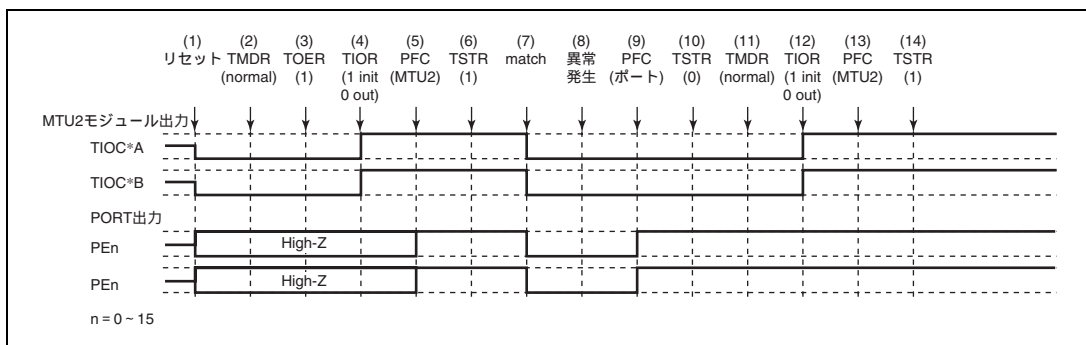

図 9.124 ノーマルモードで異常が発生し、ノーマルモードで復帰する場合
ノーマルモードで異常が発生し、再設定後ノーマルモードで再スタートする場合の説明図を図 9.124 に示します。
(1) ~ (10) は図 9.124 と共通です。
(11) PWM モード 1 を設定します。
(12) TIOR で端子を初期化してください (PWM モード 1 では TIOC\*B 側は初期化されません。初期化したい場合はノーマルモードで初期化した後、PWM モード 1 に遷移してください)。
(13) PFC で MTU2 出力としてください。
(14) TSTR で再スタートします。
(11) PWM モード 2 を設定します。
(12) TIOR で端子を初期化してください (PWM モード 2 では周期レジスタの端子は初期化されません。初期化したい場合にはノーマルモードで初期化した後 PWM モード 2 に遷移してください)。
(11) 位相計数モードを設定します。
(12) TIOR で端子を初期化してください。
(14) TSTR で再起動します。
(11) TIOR でノーマルモードの波形生成部を初期化してください。
(12) TIOR でノーマルモードの波形生成部の動作を禁止してください。
(13) TOER でチャンネル 3、4 の出力を禁止してください。
(14) TOCR で相補 PWM の出力レベルと周期出力の許可禁止を選択してください。
(15) 相補 PWM を設定します。
(16) TOER でチャンネル 3、4 の出力を許可してください。
(17) PFC で MTU2 出力としてください。
(18) TSTR で再スタートします。
(1) ~ (13) は図 9.124 と共通です。
(14) TOCR でリセット同期 PWM の出力レベルと周期出力の許可禁止を選択してください。
(15) リセット同期 PWM を設定します。